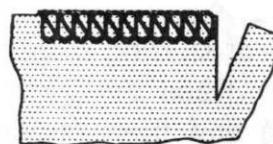

Abb. 2
HINWEIS: Wenn Sie gleichzeitig Kanten versäubern und beschneiden, schneiden Sie den Stoff ca. 3 cm entlang der Nahtlinie, bevor Sie das Nähgut drehen (siehe Abb. 2).
2. Führen Sie das Beilaufgarn entweder durch die vordere bzw. hintere Öffnung am Nähfuß (abhängig vom Nähvorgang, siehe Abbildung 2 und 3) und legen Sie es nach hinten unter den Nähfuß.
ZUM ZUSAMMENNÄHEN VON SCHULTERN ODER ANNÄHEN VON ÄRMELN führen Sie das Beilaufgarn durch die vordere Öffnung. Vergewissern Sie sich dabei, dass es beim Durchgang durch die vordere Öffnung zwischen dem rechten und linken Nadelfaden fixiert wird (siehe Abb. 2).